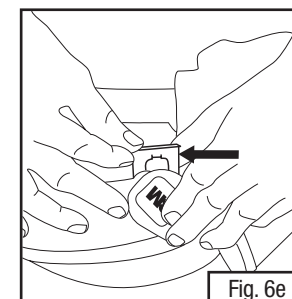

Fig. 6e
- Aligner le cadre de la visière au-dessus des trous de fixation et faire glisser le ressort pour le mettre en place. Avec le support et la plaque arrière engagés, le cadre de la visière devrait se trouver dans la position **complètement** ouverte ou **complètement** fermée avant que le ressort ne soit installé (Fig. 6e).